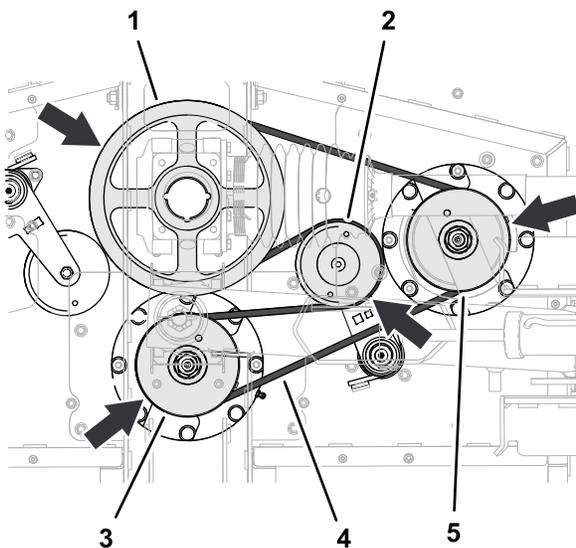

Рисунок 68
1. Проложите длинный ремень вокруг ведущего шкива, верхней канавки шкива среднего шпинделя и шкива правого шпинделя (Рисунок 68).
- С помощью монтировки или аналогичного инструмента поверните натяжитель ремня против часовой стрелки и наденьте ремень поверх шкива натяжителя (Рисунок 68).